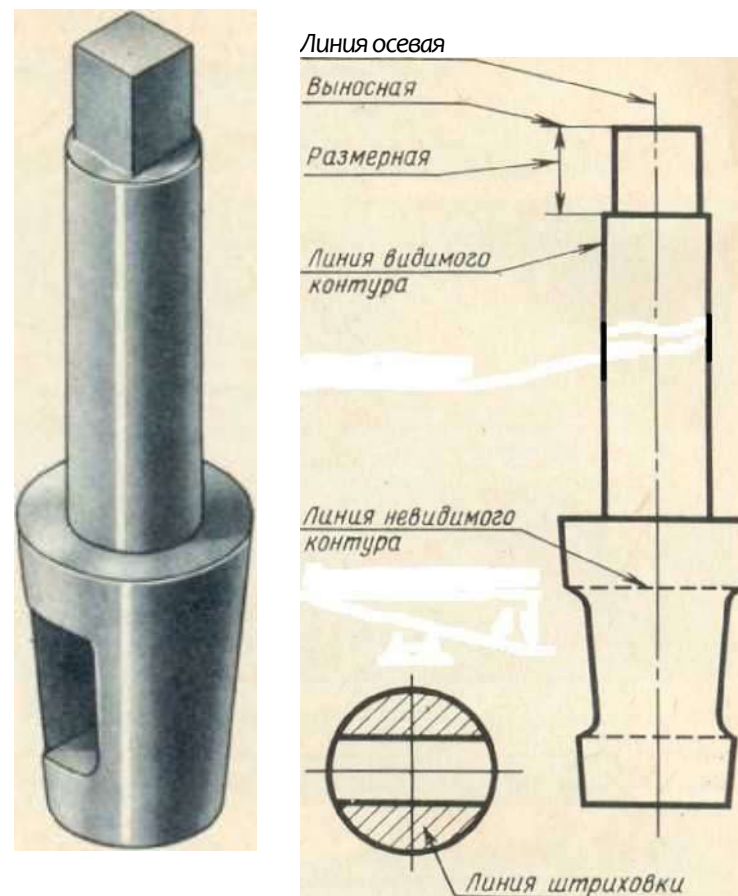

Рис. 12. Линии чертежа
**Толщина сплошной толстой основной линии** - это **главный параметр линии** и обозначается буквой *S*. Толщина сплошной тонкой линии, штриховой и штрихпунктирной линий зависит от толщины сплошной толстой основной линии (*S*). Наименование, начертание, основное назначение (использование) и толщина линий приведены в табл. 4. Применение линий по ГОСТ 2.303-68 показано на чертеже детали рис. 12.